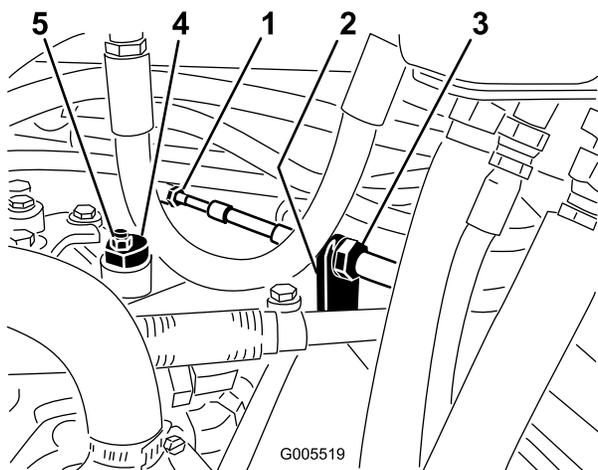

Figura 52
- A. Allentate entrambi i controdadi che fissano il cavo di comando della trazione alla paratia dell'igrostatato (Figura 52). Verificate che i controdadi siano ugualmente allentati, in modo sufficiente da consentire la messa a punto.
Nota: Allentate il dado che fissa l'eccentrico alla parte superiore dell'igrostatato (Figura 52).
(Figura 52). Verificate la regolazione portando l'acceleratore in posizione Slow e Fast.
- D. Da ambo i lati della piastra serrate in modo uniforme i dadi che fissano il cavo di trazione alla piastra (Figura 52). Non torcete il cavo.